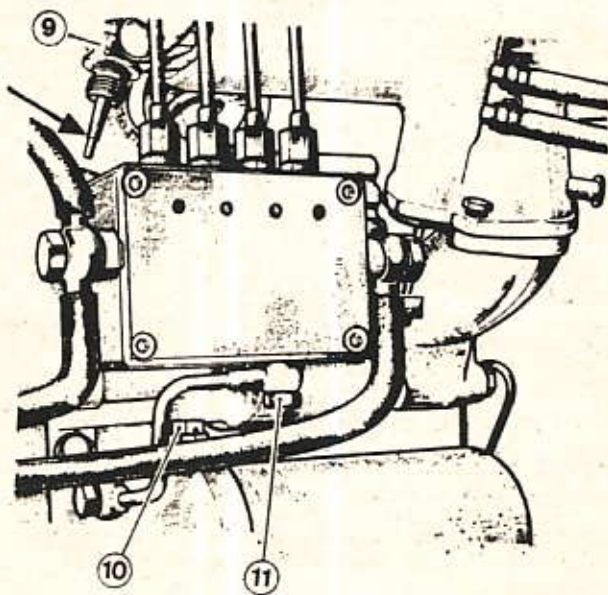

Fig. 6. — Pompe d'injection vue du côté vidange
Tous les 3.000 km. vérifier le niveau d'huile (au repère). La lecture de ce niveau doit être faite après avoir, préalablement, vissé le bouchon de jauge (9) (fig. 6).